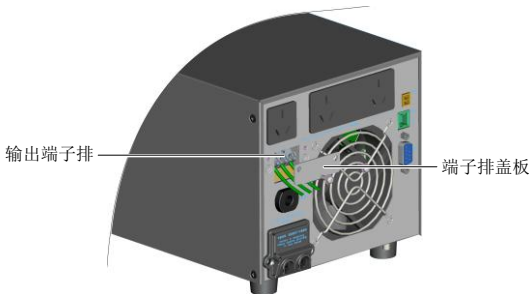

图2-3 拆卸端子排盖板
- 1) 用十字螺丝刀将端子排盖板拆下，如图 2-3 所示。